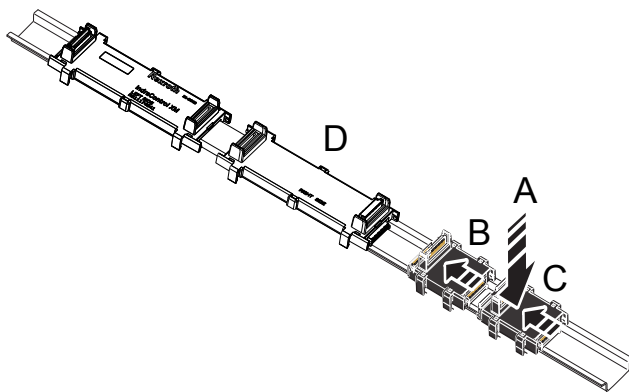
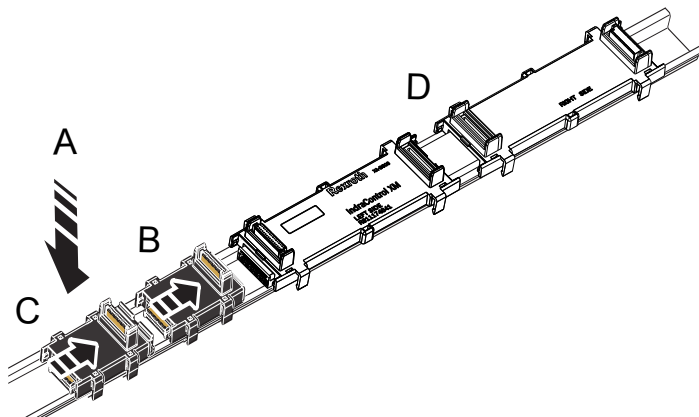

Abb. 10-8: S20-Bussockel untereinander und mit dem Steuerungsbussockel verbinden
Abb. 10-10: Erweiterungsbussockel untereinander und mit dem Steuerungsbussockel verbinden
3. Montieren Sie die S20-Bussockel und die Bussockel für die Erweiterungsmodule, siehe Abb. 10-8 "S20-Bussockel untereinander und mit dem Steuerungsbussockel verbinden" auf Seite 22 und Abb. 10-10 "Erweiterungsbussockel untereinander und mit dem Steuerungsbussockel verbinden" auf Seite 24.